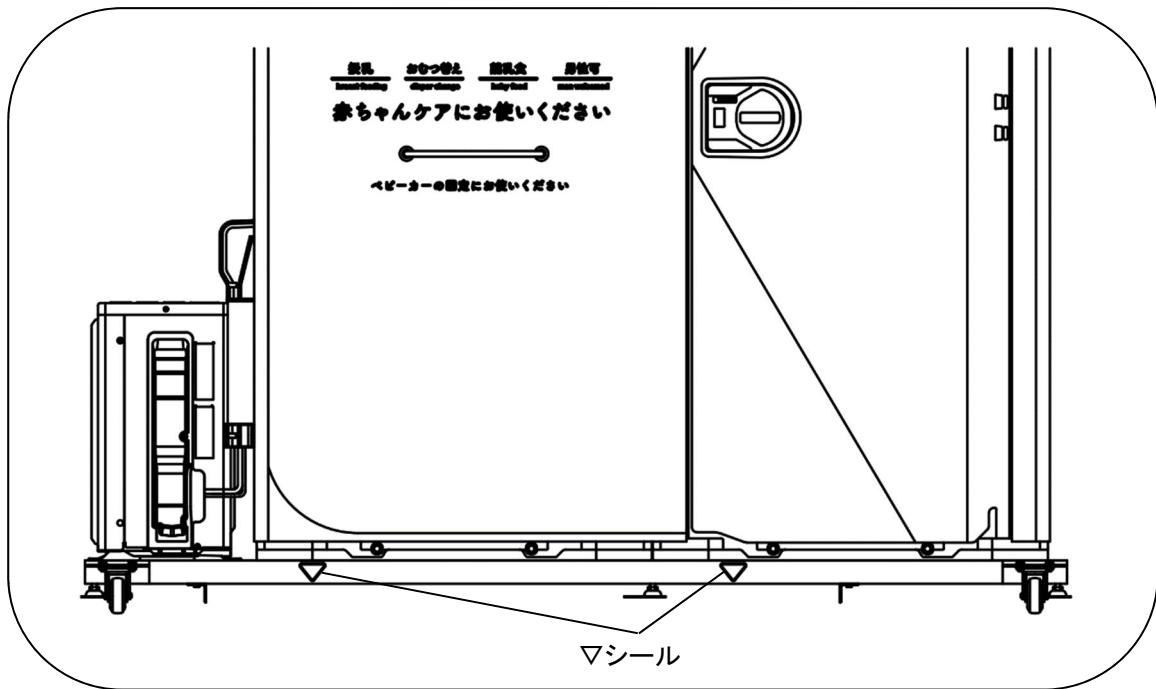

Fig. 3-2 挿し込み位置
- ❗ 挿し込み位置は前面側に Fig. 3-2 のようにシールがついていますので、必ずシールの真下に爪がくるようにしてください。爪がアジャスター bolt、吊り上げ金具、キャスター等と接触しないようご注意ください。
- ① ユニットのキャスターをロックしてください。ロック付きのキャスターは後面側 2ヶ所になりますので両方ロックしてください。
- ② ユニットを角材等の上に置き、十分な挿し込み高さを確保してください。なお、角材等を使用せず地面へ直接置いた場合、フォークリフトの挿し込み高さは約 60 mm です。
- ③ Fig. 3-2 の位置(ユニット前面側)に△シールがついております。フォークリフトの爪を前面側からこのシールの真下に爪がくるように挿し込み、持ち上げてください。このとき、爪が前後のアジャスター・ボルト、吊り上げ金具と接触しないようご注意ください。